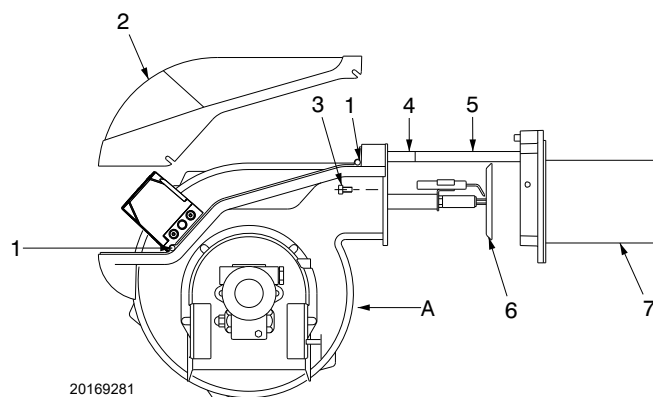

Рис. 40
- сдвиньте назад часть А, удерживая ее слегка приподнятой, чтобы не повредить шайбу 6) трубы 7)(Рис. 40).